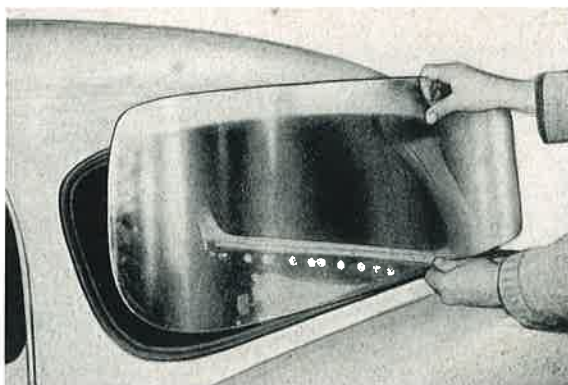

Bild 773: Nach Entfernung d. Gummilippe kann d. Glas-scheibe ohne Schwierigkeit herausgenommen werden.
3. Scheibe herausnehmen (Bild 773).